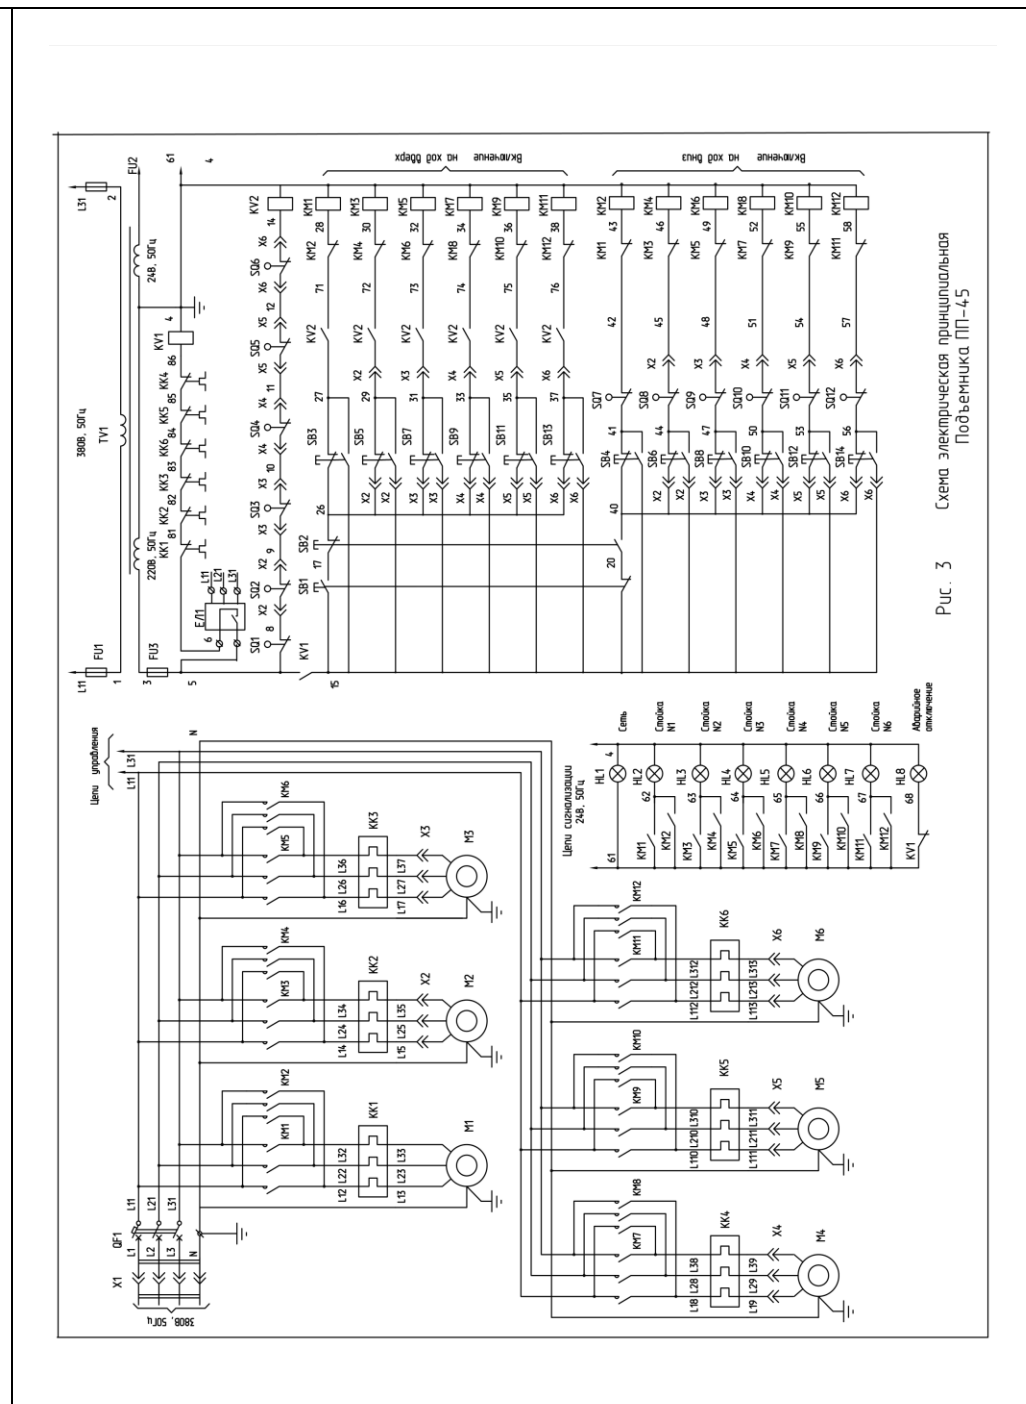

Рис. 3. Схема электрическая принципиальная Подъемника ПП-45
4.3. Описание работы схемы электрической (см. Рис. 3). Управление подъемником осуществляется со шкафа аппаратного, установленного на первой стойке.